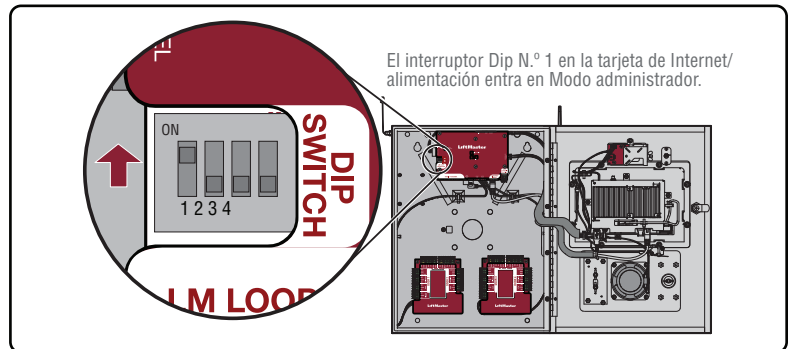

Figura 3. Modo Administrador.
9. Ingrese al modo de administración CAPXL usando el interruptor DIP N.º 1 en la placa de energía/Internet. Seleccione la pestaña "Audio/Video" y confirme si la señal de video aparece y si el ángulo y la orientación son correctos. (Figura 3)